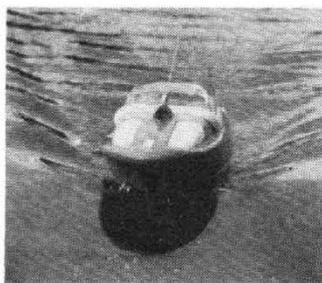

Fig. 1
L'UTILISATION de transistors, en particulier, des nouvelles séries complémentaires p-n-p et n-p-n, permet la réalisation du circuit de servomécanisme schématisé par la fig. 1 avec retour automatique au centre. Lorsqu'un des deux filtres accordés reçoit la fréquence BF correspondante du récepteur, il fait tourner dans un sens le moteur du servomécanisme. Le signal opposé mélangé lorsqu'un contact du neutre de la commande se ferme est insuffisant pour arrêter le moteur, mais lorsqu'aucun des filtres n'est excité le signal de neutralisation permet seul le retour au centre de la commande.
I. LE BATEAU RADIOCOMMANDE EQUIPE (Fig. 1)